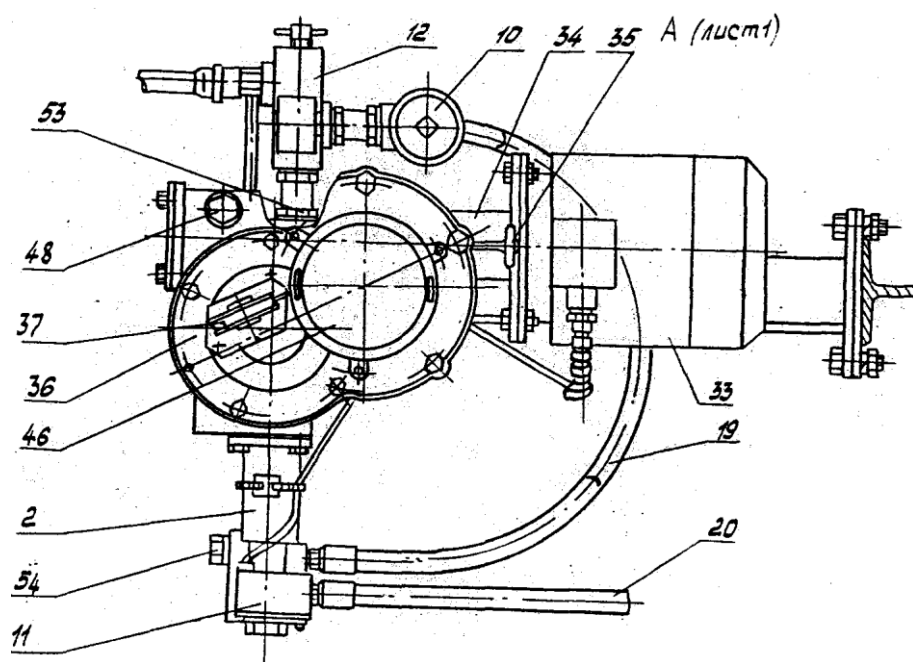
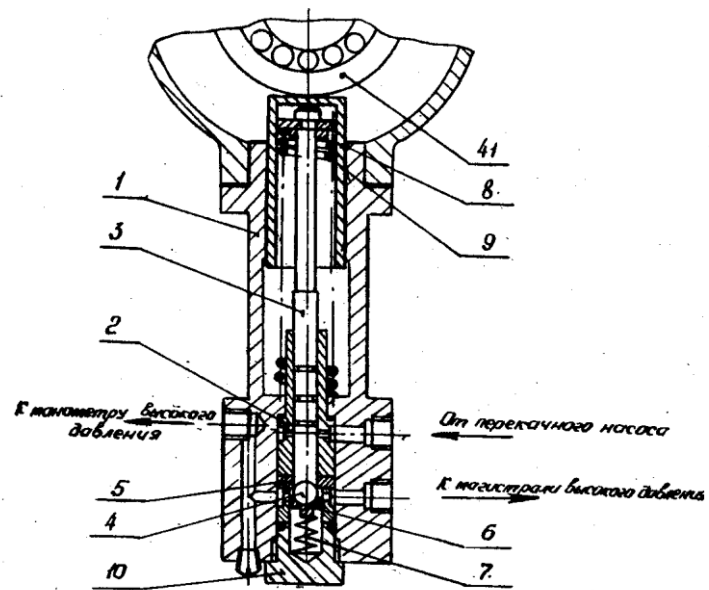

Рис.3
Рис.4
7.14. Расстопорите эксцентриковый зажим (согласно пункта **5.2.1**). Нажмите кнопку **57** «Спуск», при этом, нагнетатель будет опускаться в тару одновременно размещивая смазку. Для подачи смазки нагнетатель опускается в тару так, чтобы кожух шнека и нижняя часть перекачного насоса находилась в смазке (это предотвращает подсос воздуха при подаче смазки). Кнопку «Спуск» опустите. Застопорите нагнетатель в этом положении эксцентриковым зажимом. Рукав **21** автономной выдачи направьте в тару со смазкой. Заверните до упора винт вентиля распределительного **12 (рис.3)**.
8.2.1. Отверните запорный винт распределительного вентиля 12 (рис.3).
9.1.3. Регулярно не реже одного раза в месяц, проверяйте настройку реле давления по манометру с пределом измерения 6 МПа (600 кгс/см²), который установите через специальный штуцер (манометр и штуцер в комплект поставки не входят), в отверстие насоса высокого давления (**рис.4**) предварительно отвернув пробку **54 (рис.3)**.